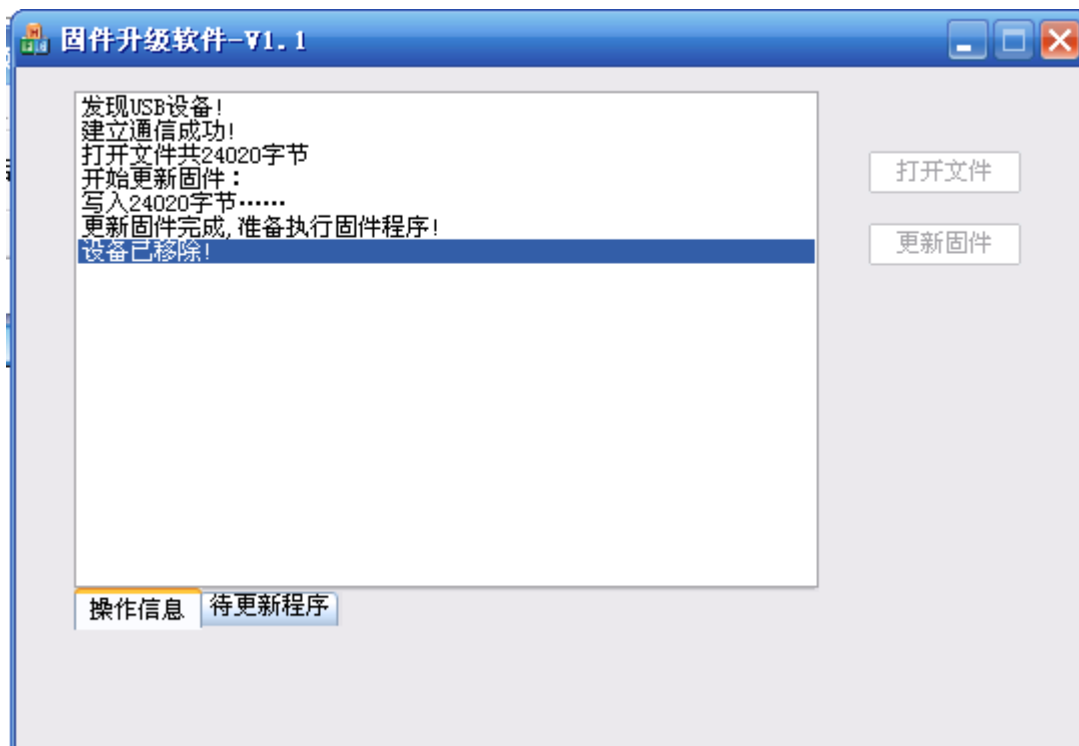

图 2-5 固件升级完成
2.5 更新完成：当固件升级软件出现如图 2-5 所示的“更新固件完成，准备执行固件程序”时，此次更新固件已经完成，关闭固件升级软件；